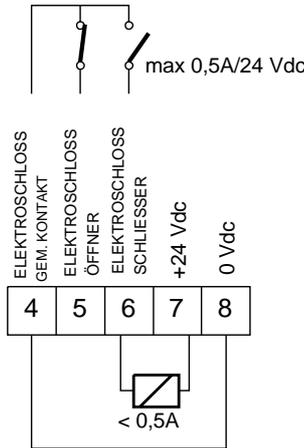

Abb. 16
- 6. **Elektroschloß - Schließer (max. Festigkeit 0,5A/24V) (Abb. 16).** Bei Stromausfällen ist das Elektroschloß aktiviert und sichert die mechanische Verriegelung.